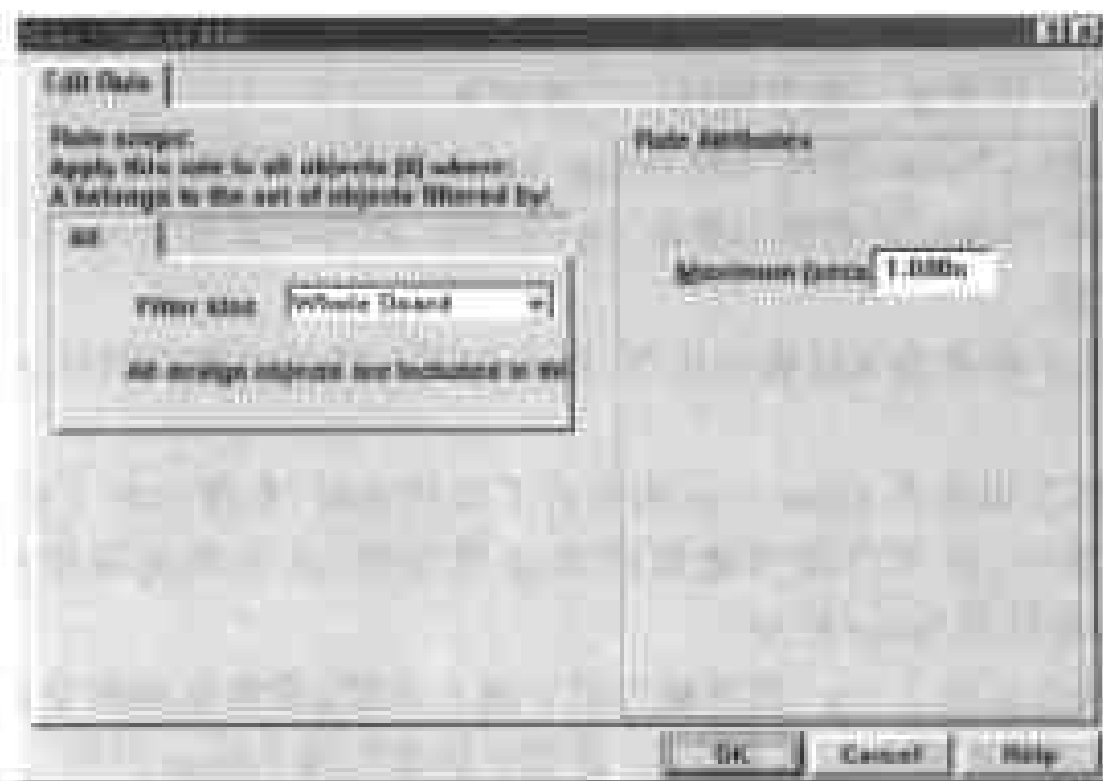

图 9-52 设置下降沿信号的延迟时间
(1) 选择 Design > Rules,在弹出的 Design Rules 对话框中单击 Signal Integrity 标签,然后在对话框的 Rule Classes 列表框中单击 Slope-Falling Edge,此时对话框下部的方框中只有 Scope 和 Maximum 两个栏目。
(2) 在对话框下部单击 Add 命令按钮,弹出如图 9-52 所示的对话框,供用户设置新的规则。
(1) 选择 Design > Rules,在弹出的 Design Rules 对话框中单击 Signal Integrity 标签,然后在对话框的 Rule Classes 列表框中单击 Slope-Rising Edge,此时对话框下部的方框中只有 Scope 和 Maximum 两个栏目。
(2) 在对话框下部单击 Add 命令按钮,弹出一个与图 9-52 所示对话框基本相同的对话框,其中选项的设置也与设置下降沿信号延迟时间的设置方法相同。
(3) 设置好对话框的选项后,单击 OK 命令按钮,返回 Design Rules 对话框,此时用户设置的新规则就显示在对话框下部的方框中。单击 Close 命令按钮,返回工作窗口,完成此规则的设置。